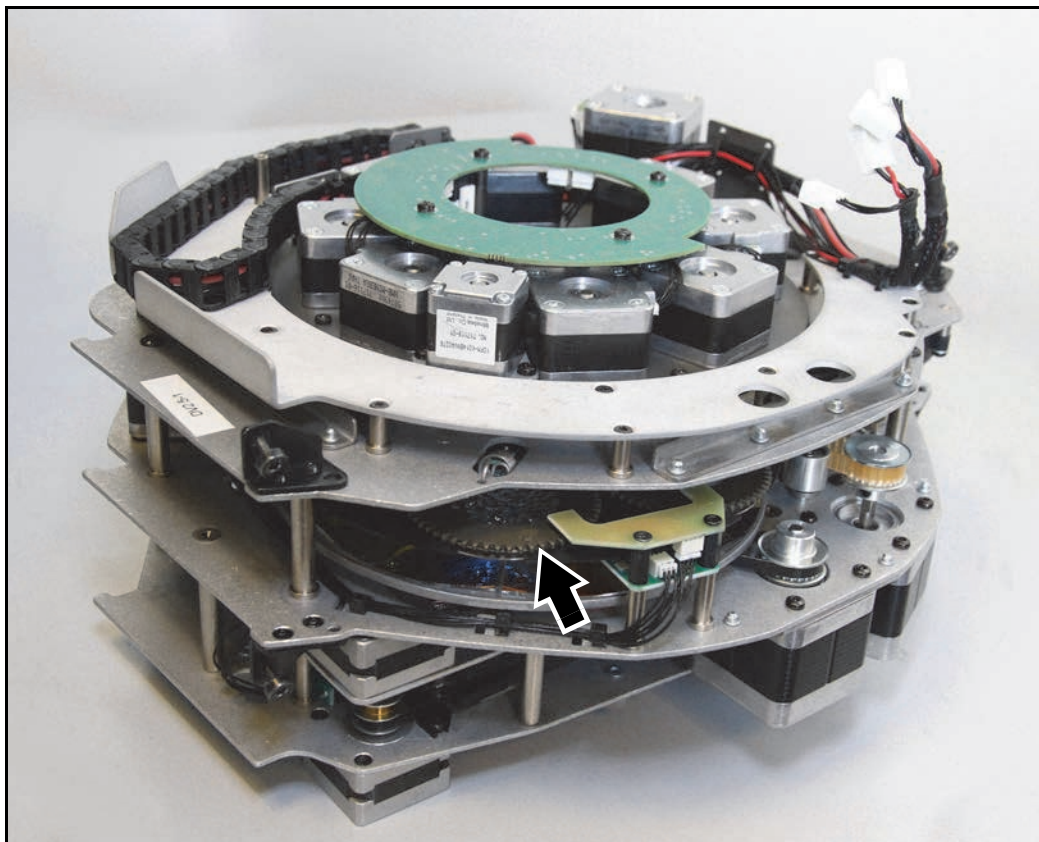

Bild 14: Zugriff auf die drehbaren Gobos
4. Siehe Bild 14. Drehen Sie das Gaborad, bis Sie das gewünschte Gobo von der Seite aus erreichen können.